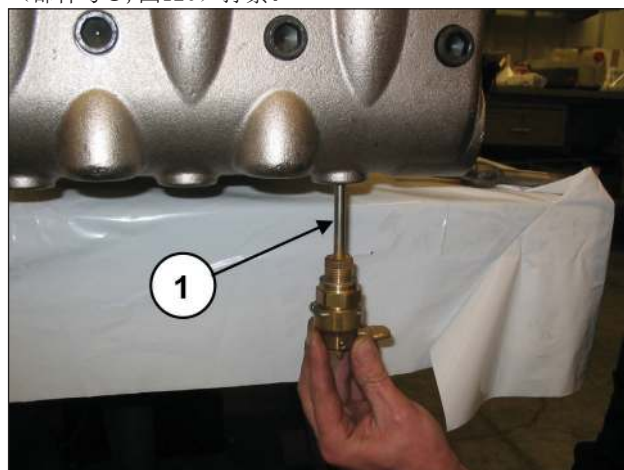
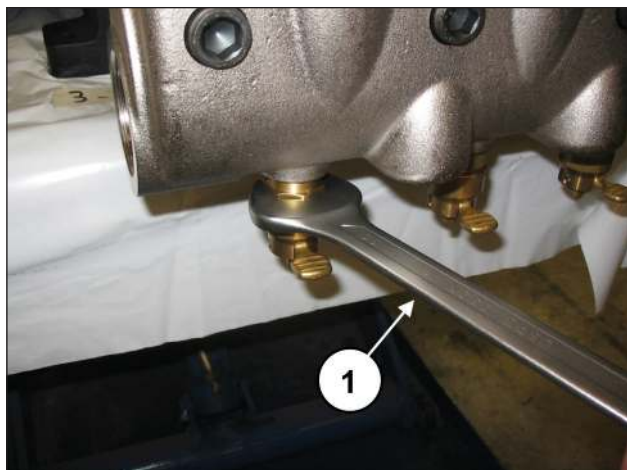

图119
图120
安装阀门打开装置（①，图119）并通过30毫米扳手（部件号①，图120）拧紧。